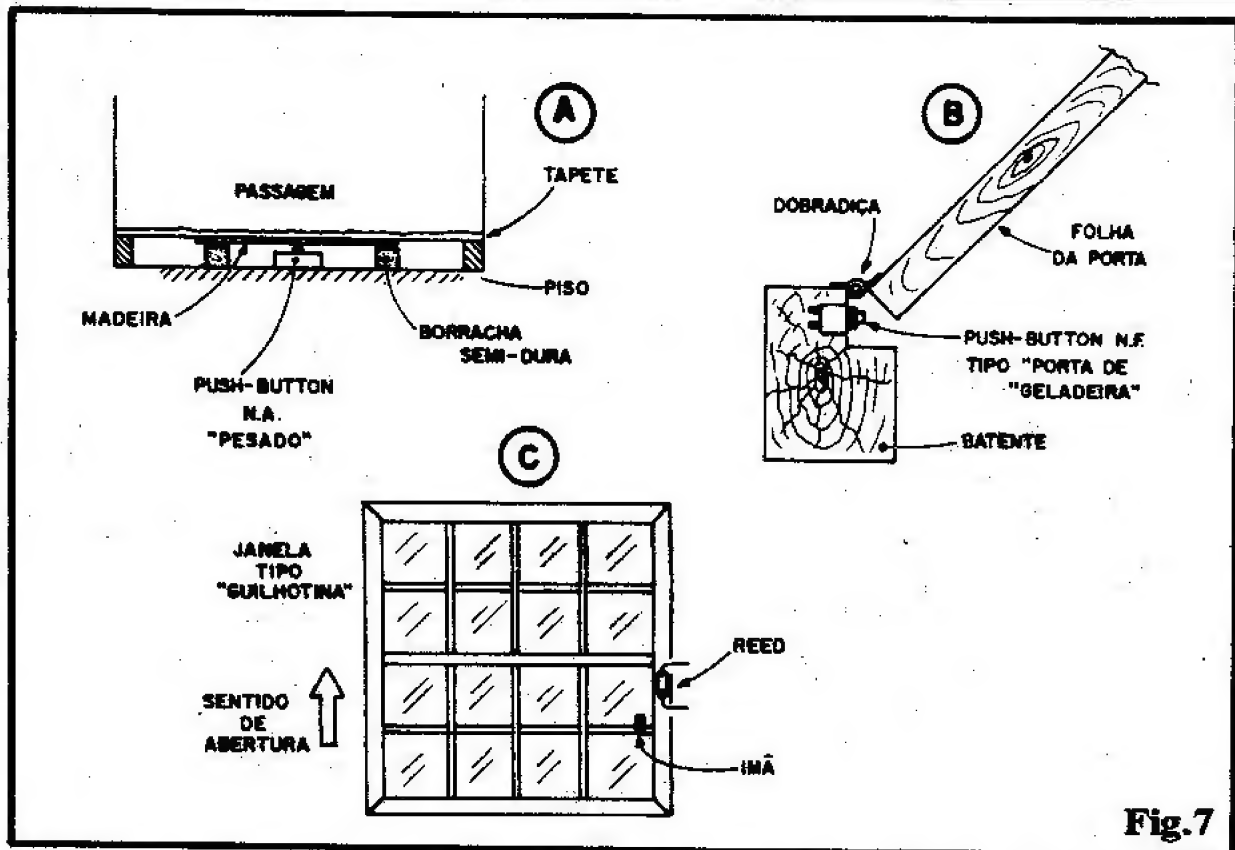

Fig.7
- **FIG. 7 - SUGESTÕES PARA O SENSOREAMENTO LOCALIZADO** - São muitas as possibilidades práticas finais, no sensoramento localizado acoplável ao ALMENA (via linha paralela, conforme diagrama básico da fig. anterior...). Na figura mostramos três alternativas (das muitas que o Leitor/Hobbysta pode "descobrir" ou inventar...):
- Pelos (poucos, mas extremamente válidos e práticos) exemplos dados na fig. 7, o Leitor/Hobbysta já terá intuído a enorme versatilidade do ALMENA, capaz de aceitar sensoramentos os mais diversos, simultaneamente (graças à sua característica N.A.). Muitas outras possibilidades existem, ficando a critério da imaginação inventiva dos Hobbystas (Vocês são todos, temos certeza, "Profs. Pardais" natos, caso contrário não teriam se dedicado ao fascinante Hobby Eletrônico...). São muitos